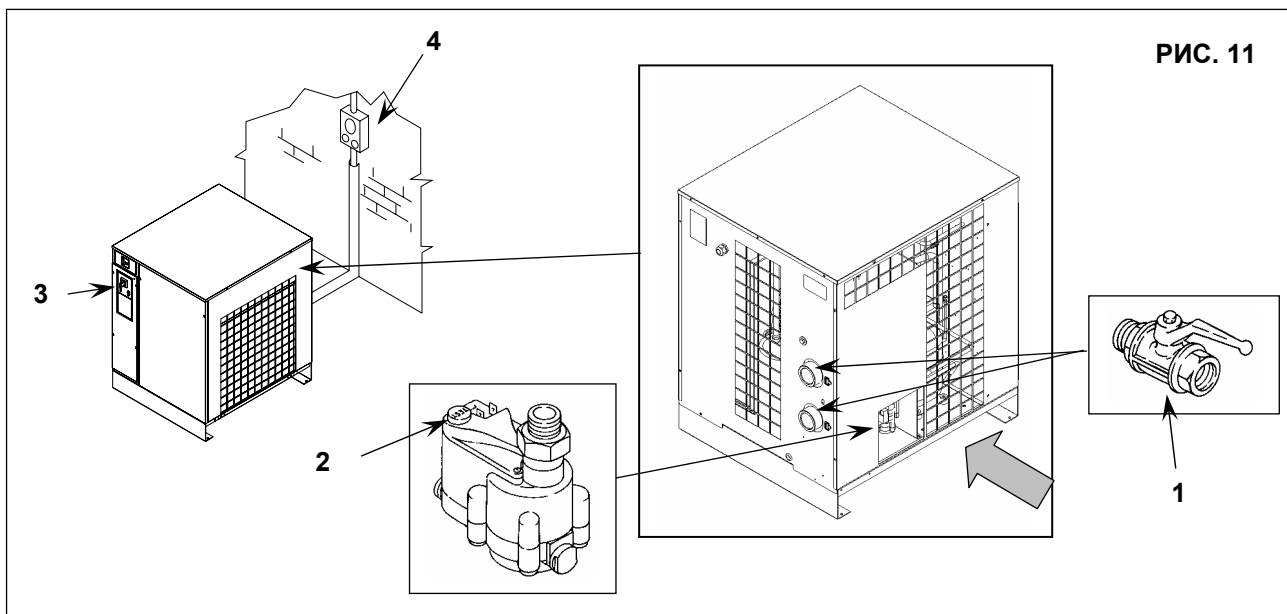

РИС. 11
- Закройте краны, поз. 1, рис. 11
- Сбросьте давление в осушителе, нажав кнопку слива конденсата "TEST", расположенную на пароотделителе, поз. 1, рис. 11
- Выключите устройство. Поверните переключатель в положение "STOP", поз. 3, рис. 11
- Включите автоматический дифференциальный переключатель питания, поз. 4, рис. 11